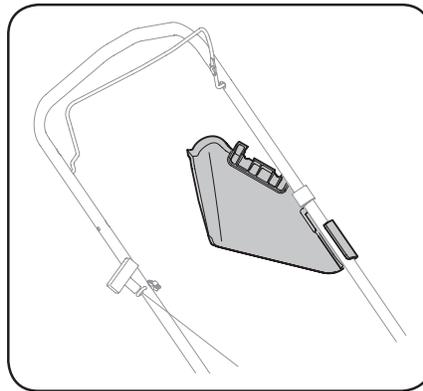

Figure 4-4
- Fixez le déflecteur d'éjection sur la poignée (le cas échéant). Voir Figure 4-4.